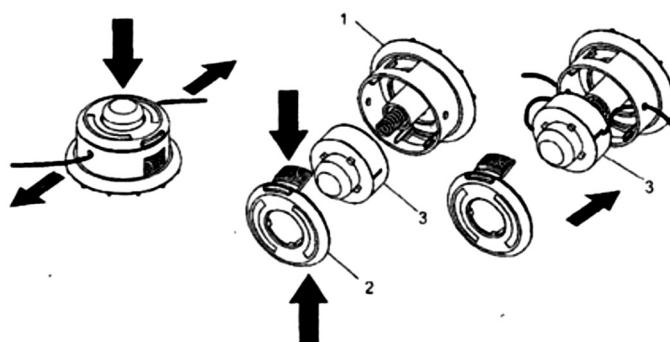

Рис. 4
2. Закрепите защитный кожух (1) к корпусу электродвигателя при помощи винтов (2).
5.1. Замена лески триммерной (рис. 4, 5)